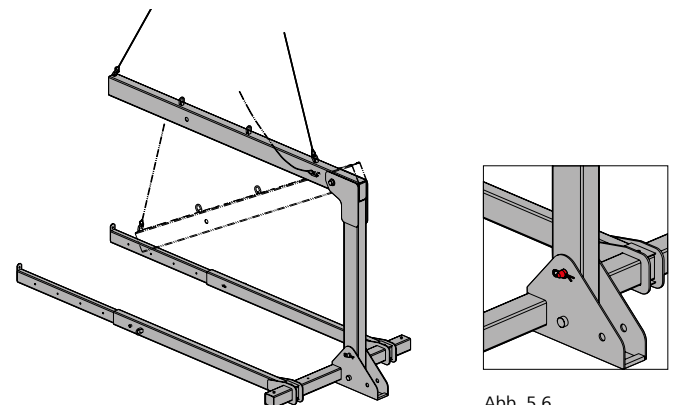
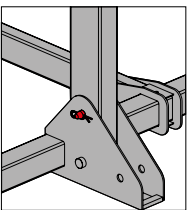

Abb. 5.5 Bei Kranentlastung geht der Ausleger nach unten zum Aushängen der Lasthaken von ebener Erde aus
Abb. 5.6
- Wenn die Versetztraverse vollständig ausgeklappt ist, müssen Sie den Bolzen wieder anbringen und mit dem Federstecker sichern. (Abb. 5.5 und Abb. 5.6)
Bei Kranentlastung geht der Ausleger nach unten zum Aushängen der Lasthaken von ebener Erde aus (Abb 5.5 und Abb. 5.6).